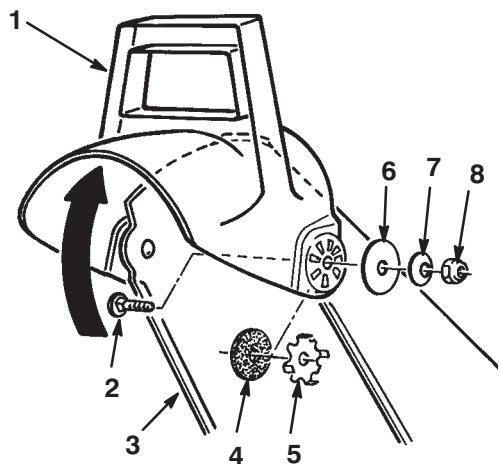

Figura 11
2. Fissate il lato sinistro del deflettore allo scivolo utilizzando le parti illustrate in Figura 11.